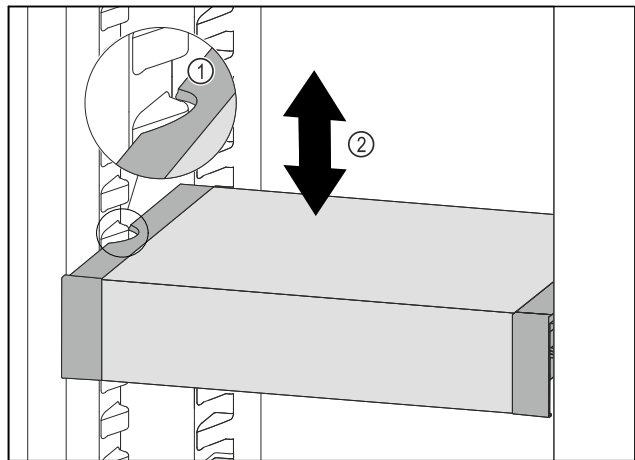

Fig. 73
- ▶ VarioSafe nach vorne ziehen, bis sich die seitlichen Aussparungen des VarioSafes auf Höhe der Behälterrippe im Kühlteil befinden. Fig. 73 (1)
- ▶ VarioSafe im Kühlteil nach oben oder unten bewegen, bis gewünschte Höhe erreicht ist. Fig. 73 (2)